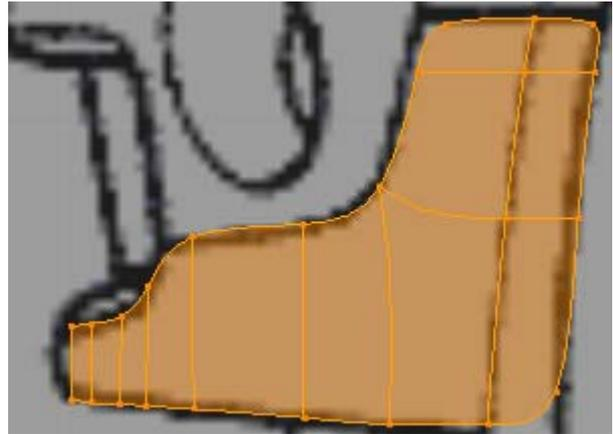
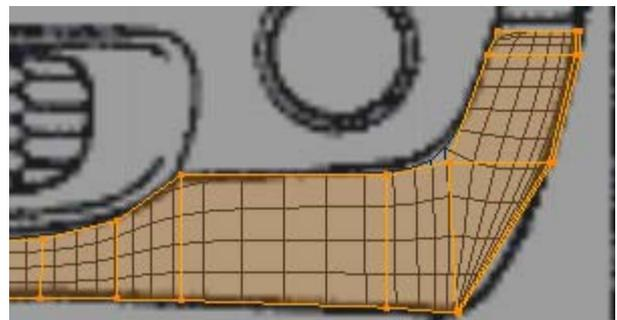
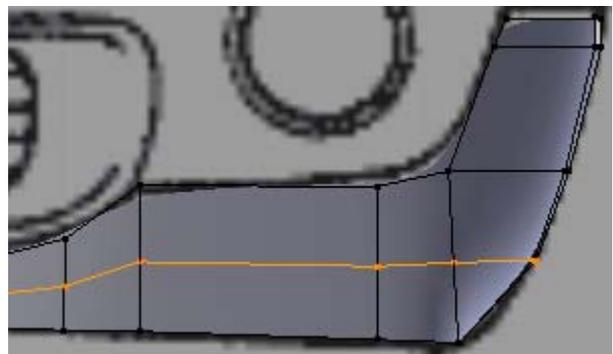

Figura 4.137
Figura 4.138
Figura 4.139
Não se esqueça que deve fazer o ajuste desactivando o deslocamento dos vértices no painel do modificador, como se mostra na figura 4.138 ou na figura 4.139 e não sobre a malha deslocada, como se mostra na figura 4.137.
Como vê na figura 4.138, é necessário introduzir um contorno horizontal para reproduzir a curvatura à direita na imagem.
3. Seleccione um dos dois contornos horizontais, insira um contorno entre eles, **[Ctrl]+[R]**, e ajuste a posição dos dois vértice da direita, figura 4.139.